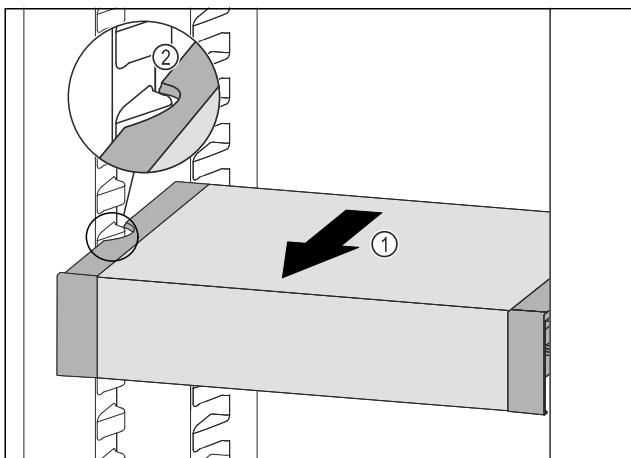

Fig. 134
- ▶ Изтеглете VarioSafe напред Fig. 134 (1), докато страничните прорези на VarioSafe се намират на височината на реброто на съда в хладилната част. Fig. 134 (2)